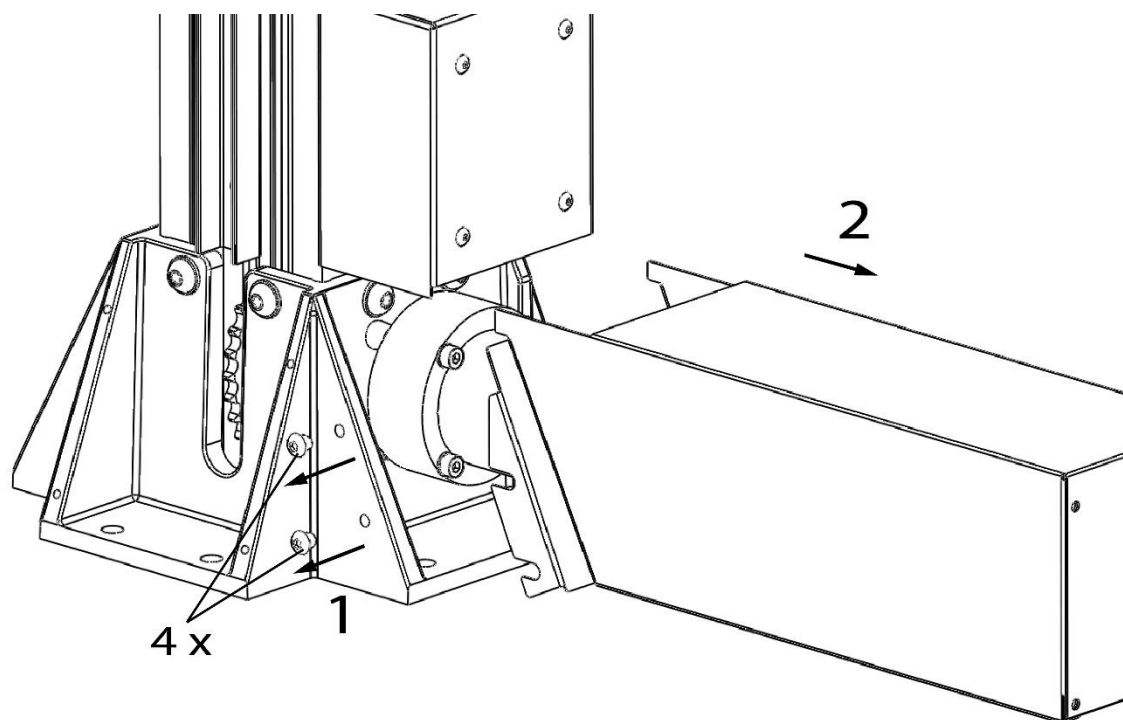

Figura 3: Rimozione del coperchio motore
6. Svita le quattro viti M6 che tengono il coperchio del motore e scivola via il coperchio (**figura 3**).